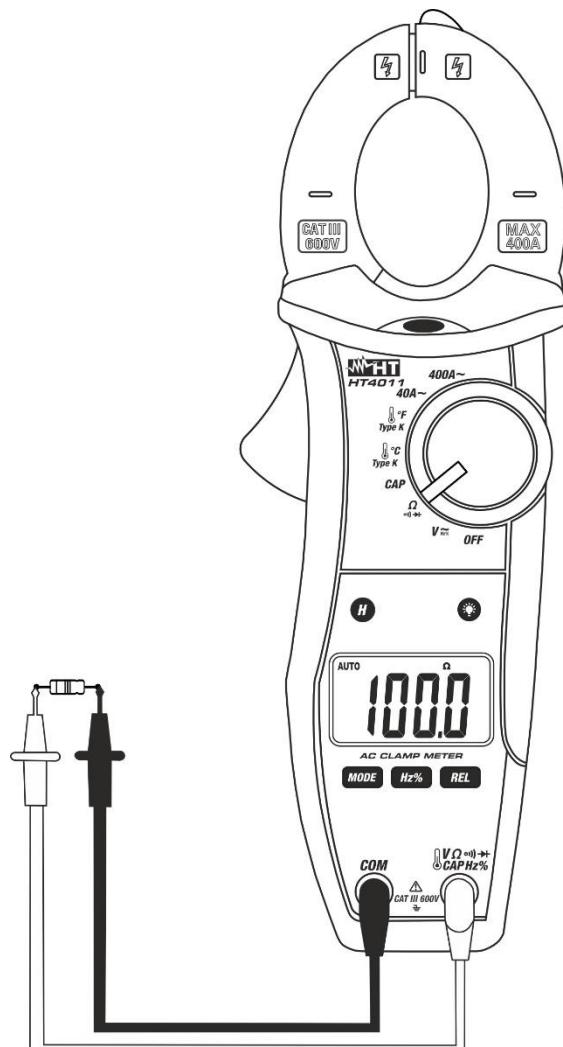

Fig. 6: Uso da pinça para medição de Resistências
3. Colocar as ponteiras nos pontos pretendidos do circuito em exame (Fig. 6). O valor da resistência será apresentado no display.